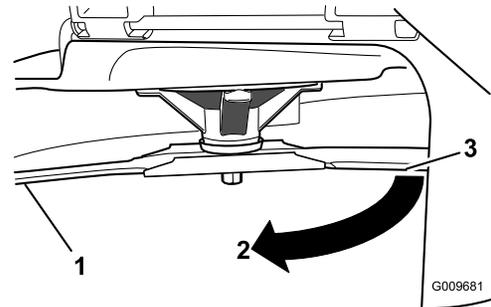

Figure 43
- Tournez la même lame de 180 degrés pour amener l'autre tranchant à la même position (Figure 43).